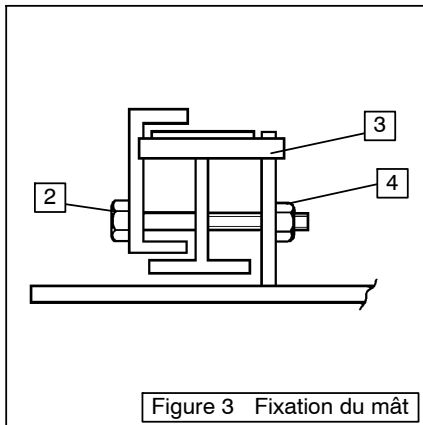

Figure 3 Fixation du mât
*A part le soudage spécifié à la Figure 3 ci-dessus, aucune soudure ne doit être effectuée sur les lattes du chariot et les profilés du mât.*